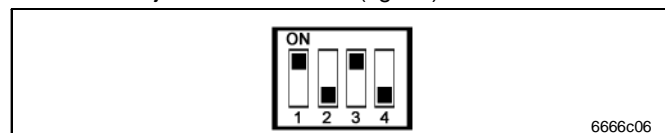

Fig. 40 Interruptor DIP: sistemas de lubricación por pulverización - disposición de servicio
- Ahora reajuste SW4 en OFF (fig. 40).